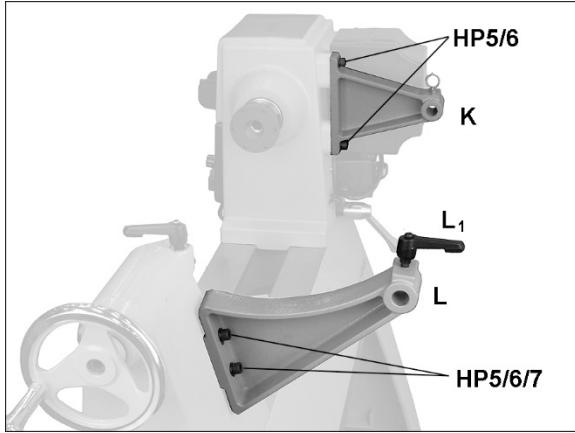

Рис. 6-3: установка кронштейнов
1. Прикрутите кронштейн защитного ограждения (K, Рис. 6-3) к передней бабке.
2. Прикрутите кронштейн копира (L, Рис. 6-3) к задней бабке. Отверстия для крепления кронштейна копира выполнены удлиненными
3. Установите запорную рукоятку (L_1 , Рис. 6-3).